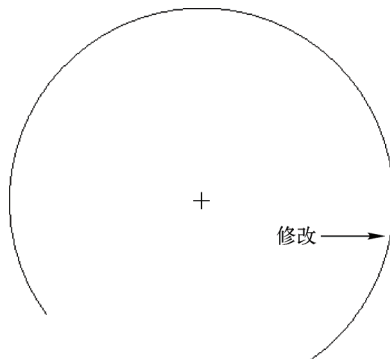

图 3-10 修改圆弧
STEP 02 在绘图区中圆弧的右侧端点上单击鼠标左键，并拖曳鼠标指针，至合适位置后释放鼠标左键，即可修改圆弧，效果如图 3-10 所示。